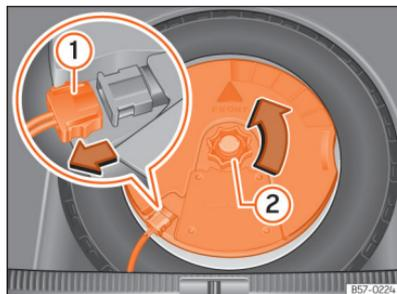

Fig. 190 Na bagageira: desmontar o subwoofer.
- Desligue o cabo do altifalante subwoofer »» Fig. 190 ①.
- Rode a rodinha de fixação no sentido contrário ao dos ponteiros do relógio »» Fig. 190 ②.